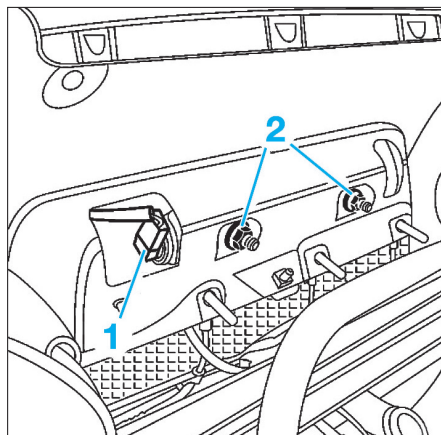

FIG. 6
- Déverrouiller le connecteur (1) de l'airbag antiglisement (Fig.6).
- Déposer les écrous (2) de l'airbag antiglisement.